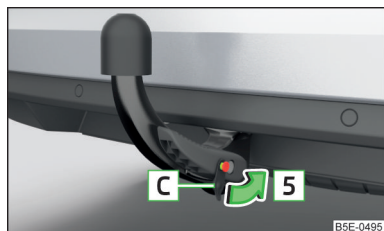

Fig. 184
- Introduceți capacul **C** pe încuietore în sensul săgeții **5** și presați-l » fig. 184.